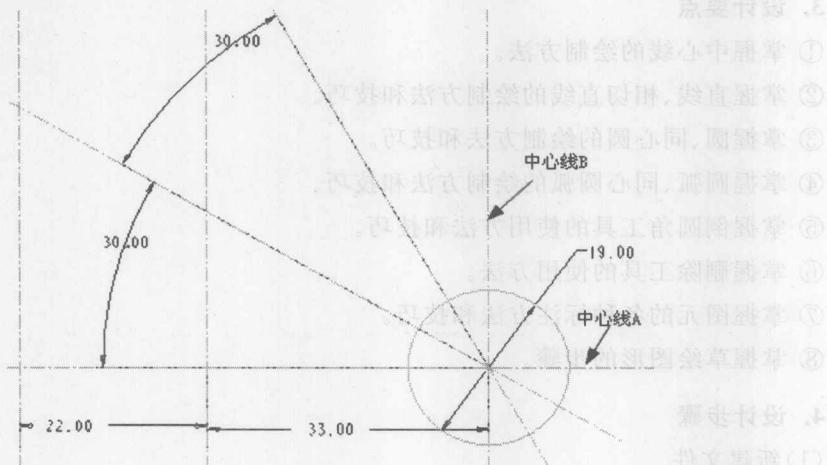

图 2-12
(3) 绘制圆
- ① 在草绘工具箱上单击  按钮,在中心线 A 和中心线 B 的交点处绘制如图 2-12 所示的圆,并标注相应的尺寸值。